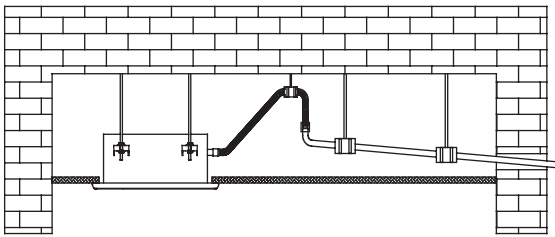

Рисунок 5.1
4. Чтобы предотвратить течение воды обратно внутрь кондиционера при выключении системы, дренажная труба воды должна иметь уклон наружу (к стороне слива) более 1/100. Дренажная труба воды не должна провисать и накапливать воду, в противном случае будут возникать посторонние шумы. См. рисунок 5.1.
5. При соединении дренажного трубопровода воды не прикладывайте силу, чтобы протянуть трубы, в противном случае соединения трубопровода всасывания воды ослабнут. В то же время, чтобы предотвратить изгиб труб дренажа воды, предусмотрите опоры через каждые 0,8–1 м. См. рисунок 5.1.